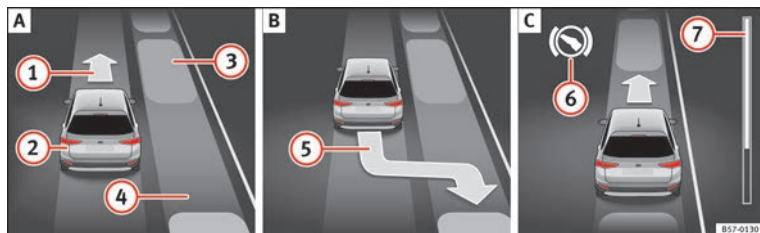
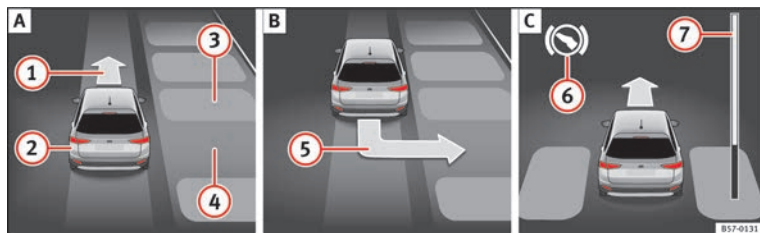

Fig. 205 Sul display del quadro strumenti: parcheggiare in linea **A** Cercare uno spazio di parcheggio. **B** Posizione di parcheggio. **C** Manovrare.
Fig. 206 Sul display del quadro strumenti: parcheggiare a pettine. **A** Cercare uno spazio di parcheggio. **B** Posizione di parcheggio. **C** Manovrare.
Legenda della **fig. 205** e **fig. 206**:
» **fig. 205 7** e » **fig. 206 7** mostra simbolicamente nel display del quadro strumenti la distanza relativa ancora da percorrere. Maggiore è la distanza, maggiore sarà il riempimento della barra di avanzamento. Circolando con la marcia in avanti, il contenuto della
Nella visualizzazione del display del quadro strumenti controllare se lo spazio è stato rilevato come "idoneo" ed è stata raggiunta la posizione corretta per parcheggiare » fig. 205 B o » fig. 206 B .
OPPURE: retrocedere finché nel display del quadro strumenti non comparirà l'indicazione di spostarsi con la marcia in avanti » fig. 205 A 1 o » fig. 206 A 1 .
9.	L'assistente di parcheggio dirige il veicolo con la marcia in avanti o in retromarcia fino a posizionarlo al centro dello spazio di parcheggio » fig. 205 C o » fig. 206 C .